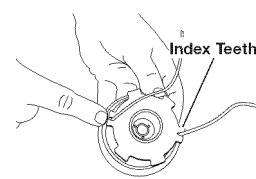

Рис. 20
12. Заведите концы лески в две прорези удерживающих зубьев (Рис. 20).